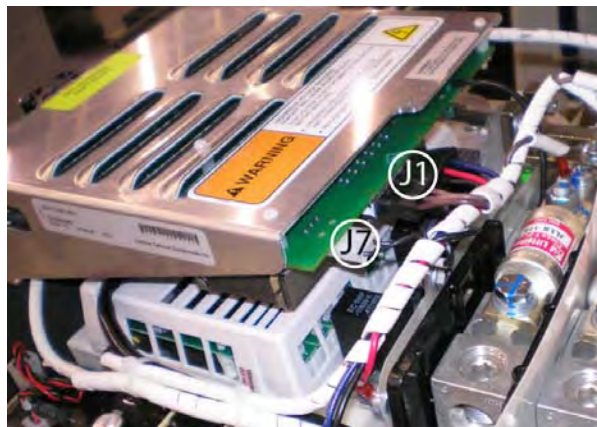

Figura 2 Scheda di avvio graduale
9. Scollegare i connettori J1 e J7 sulla scheda di avvio graduale (fare riferimento a Figura 2).